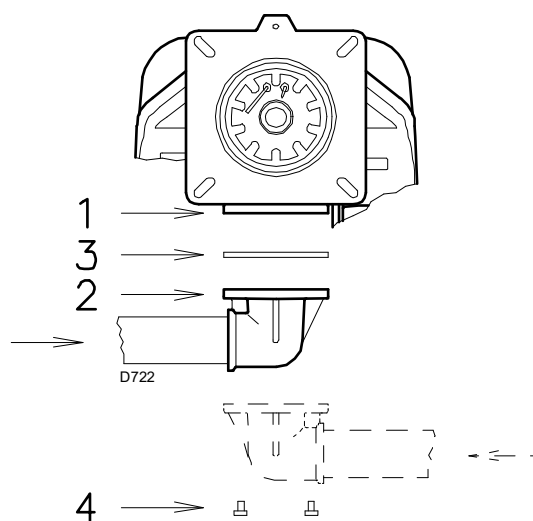

Fig. 18
- A linha pode chegar pela direita ou pela esquerda, conforme convenha. Ver Fig. 18.
- A linha de gás deve ser ligada ao engate do gás 1)(Fig. 18), mediante a flange 2), a junta 3) e os parafusos 4) fornecidos junto com o próprio queimador.